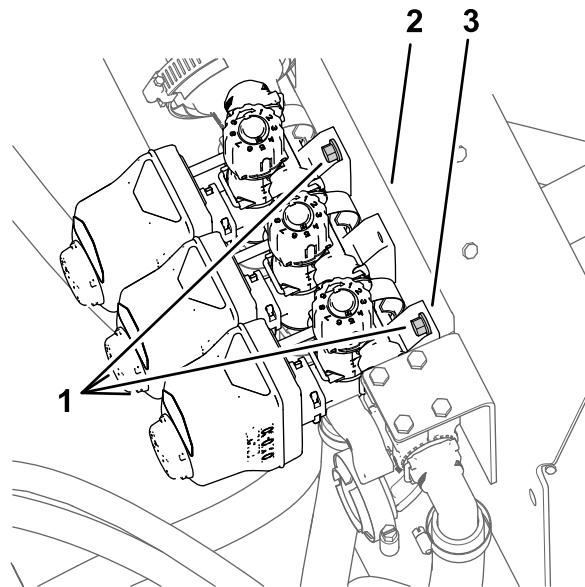

図 33
1. つのバルブマニホールドマウントに固定しているフランジヘッドボルト $\frac{1}{4}'' \times \frac{3}{4}''$ 4本とフランジロックナット $\frac{1}{4}''$ 4個を取り外す図 33。